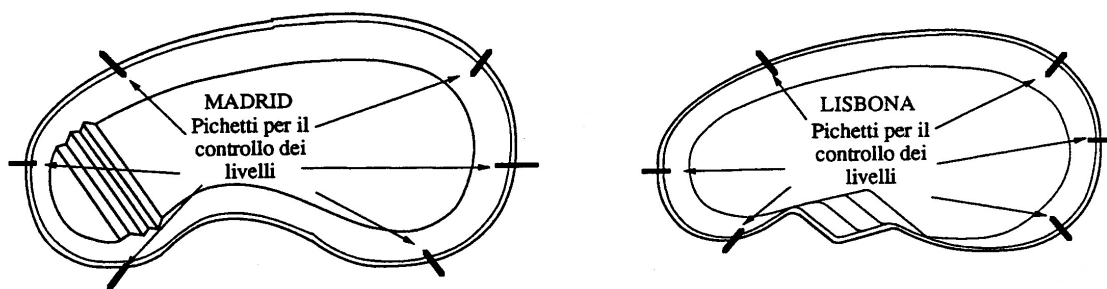

fig. 33 Controllo dei livelli: effettuare questi controlli sui punti indicati.
- ✓ Procedete a una verifica dei livelli riferendovi a dei picchetti posizionati simmetricamente (fig. 33)
Dai segni simmetricamente opposti ma anche dai segni situati **sull'asse della piscina** (fig. 33), in caso della presenza di un leggero dislivello, una correzione è sempre possibile con l'aiuto di una leva facendo appoggio sul bordo della piscina.